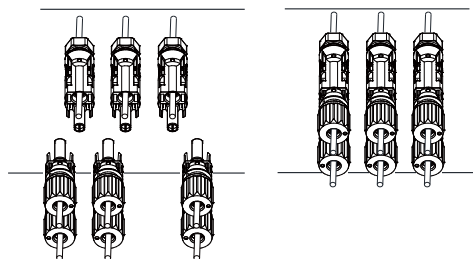

Рис. 6.6 Подключение входа DC
d) В завершение вставьте коннекторы PV в положительный и отрицательный входы PV инвертора, как показано на рис. 6.6.